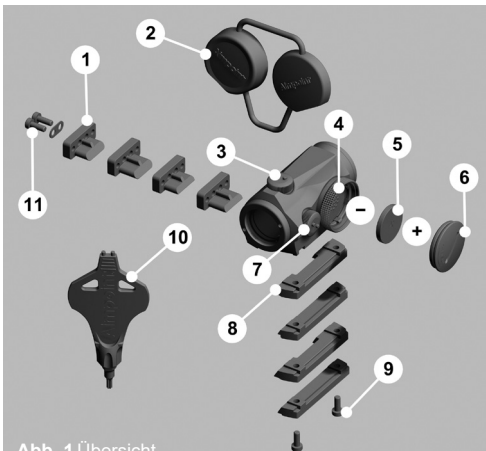

Abb. 1 Übersicht
- 2 Setzen Sie die **BATTERIE (CR2032)** mit dem Pluspol (+) zum **BATTERIEDECKEL** hin ein, wie in Abb. 1 zu sehen ist.